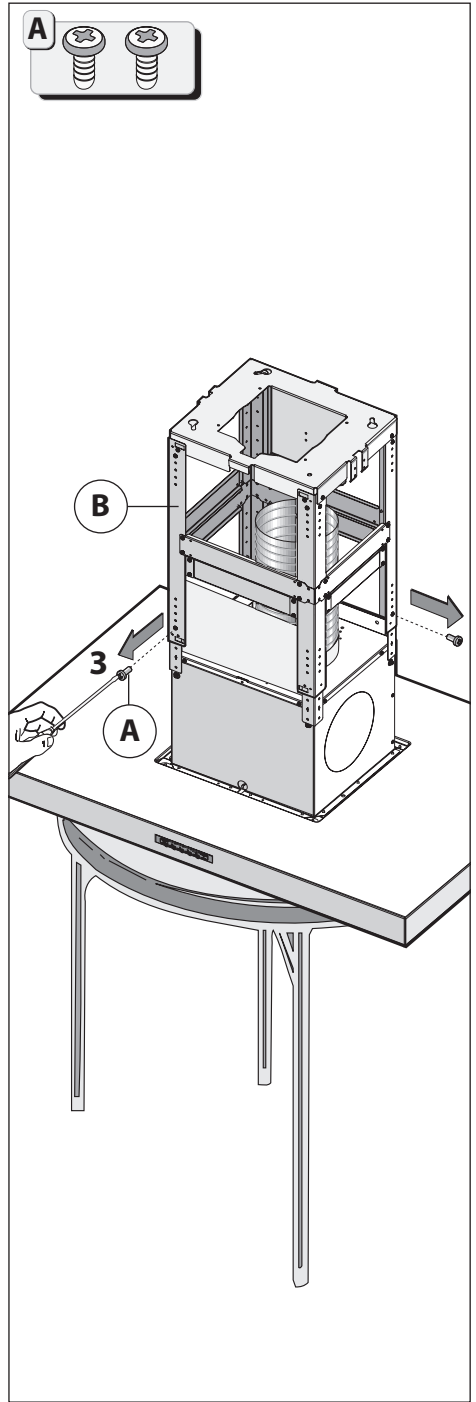

Fig.4
- Togliere le 2 viti **A** che tengono fissata la struttura superiore **B** a quella inferiore **C** come indicato in fig.4.